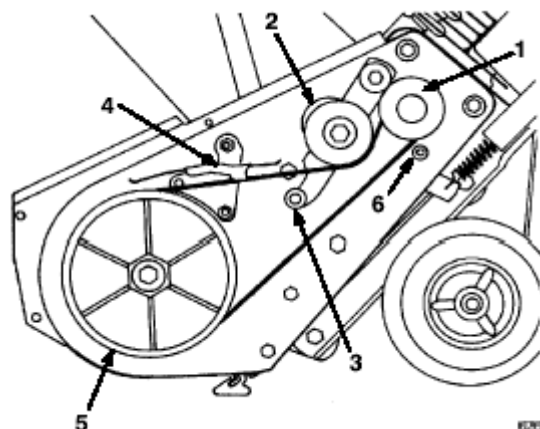

图27
- 8、安上新的驱动带。（图27）
驱动带必须位于滚轮上方，如图27所示。
- 7、向上拉张紧轮，取下驱动带。（图27）